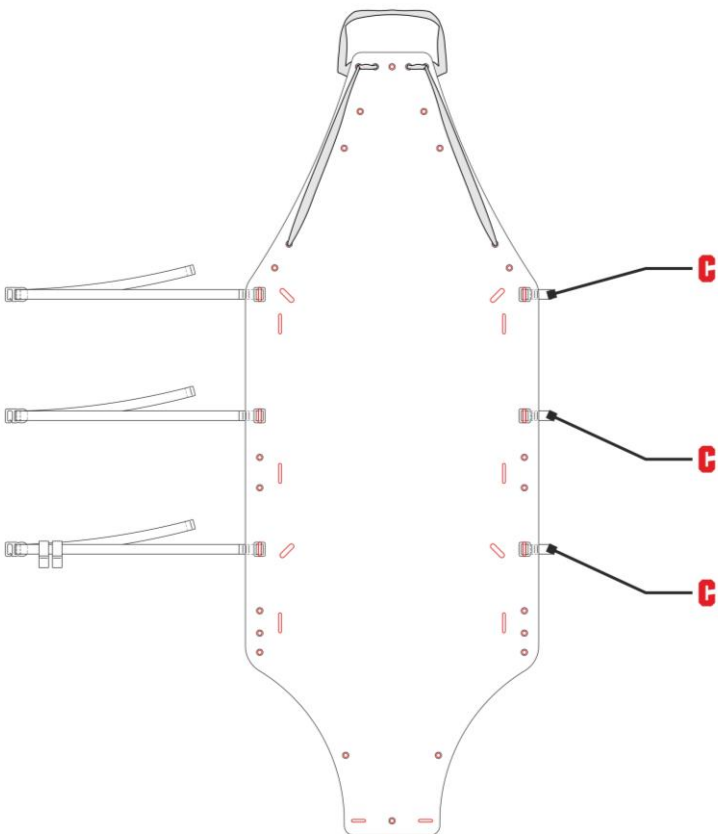

Fig. 11
- c) inserire le fettucce con asola (C) nelle asole A2 del piano di appoggio (fig. 11),